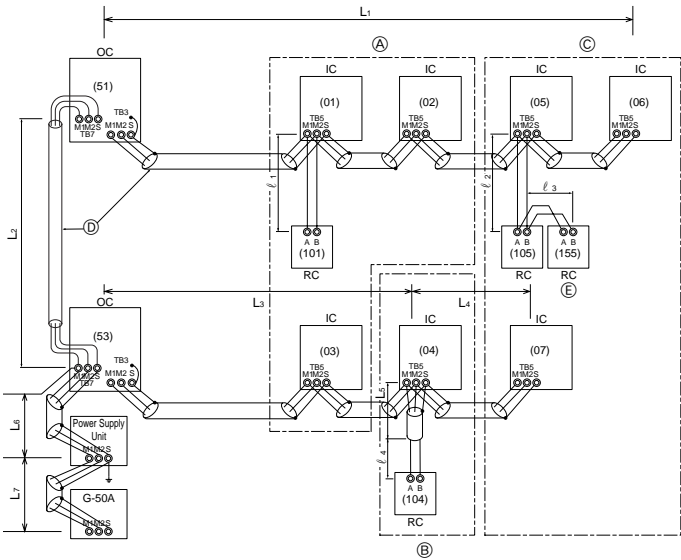

Fig. 6-2
■ Commande à distance M-NET (Fig. 6-2)